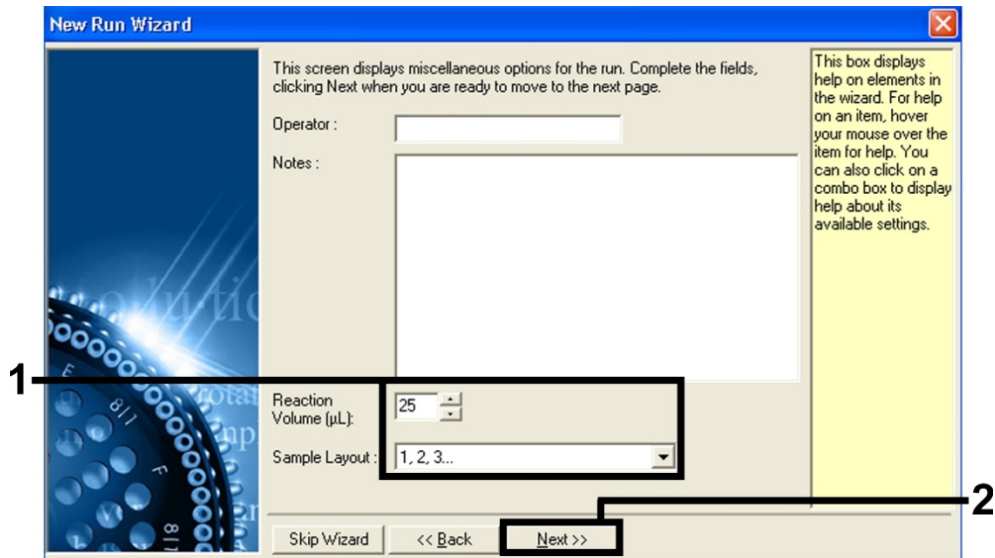

Figura 2. Configuración de los parámetros del ensayo en general.
8. Seleccione **25** en el campo volumen de reacción de PCR y haga clic en **Next [Siguiente]** (Figura 2).